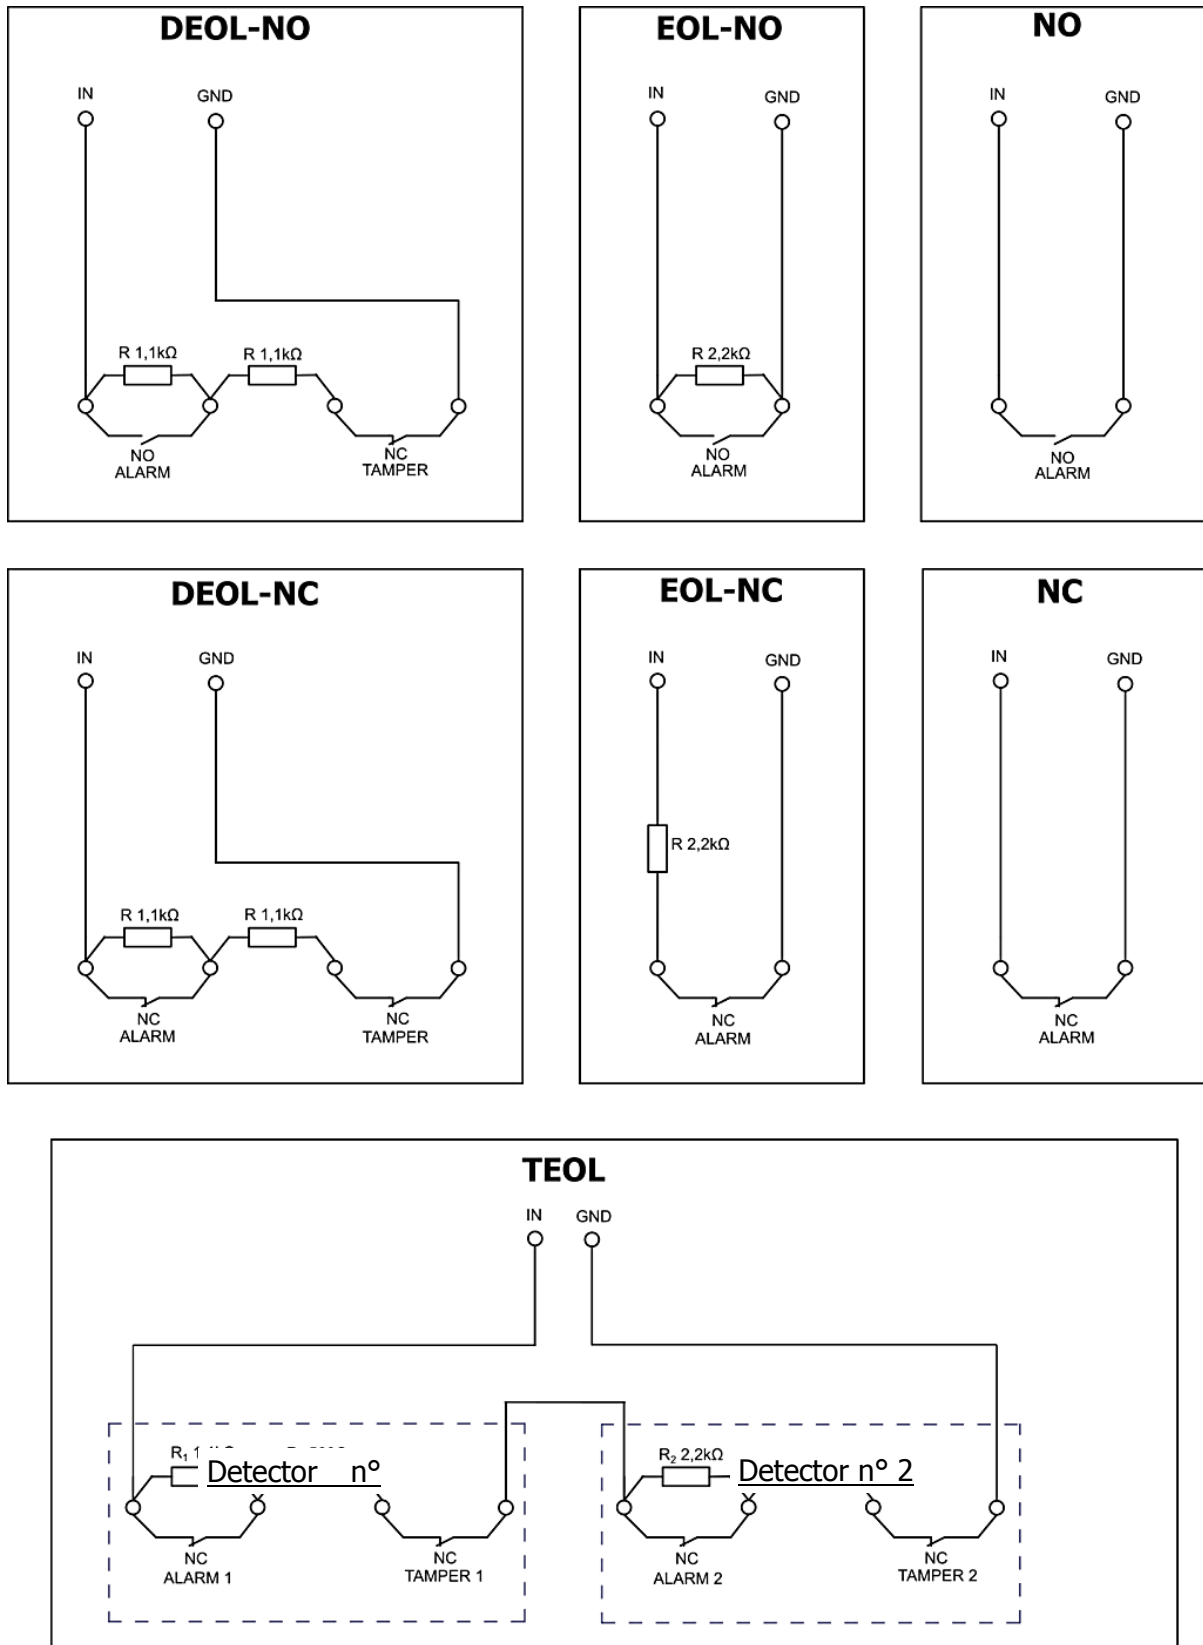

Fig. 3. Configuración de las líneas de entrada
Todas las líneas de entrada alámbricas son totalmente configurables y pueden funcionar como normalmente cerradas (NC), normalmente abiertas (NO), parametrizadas (EOL-NO o EOL-NC) con resistencias de 2,2kΩ o doblemente parametrizadas (DEOL-NO/DEOL-NC) con resistencias de 1,1kΩ. La configuración TEOL permite duplicar la línea de alarma, es decir conectar dos detectores alámbricos a un borne de la centralita, siendo posible detectar alarmas del detector 1 y del detector 2, ver fig. 3, la señalización de apertura del interruptor de manipulación será común para ambos detectores.